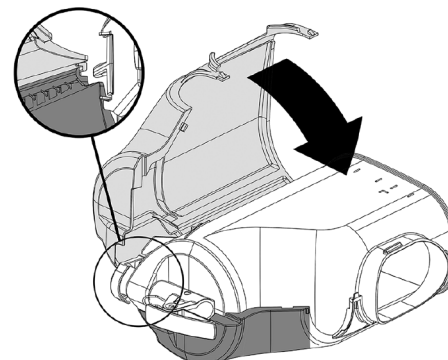
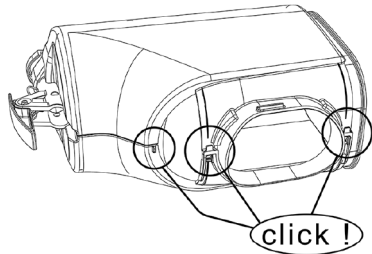

Bild 15
Bild 16
- 2 Den linken Teil der Abdeckung anbringen, dabei darauf achten, dass die hervorgehobene Steckverbindung $\frac{1}{4}$ bereinstimmt. Nun die beiden Teile schließen, indem man sie einrasten lässt. (Bild 15) (Bild 16).